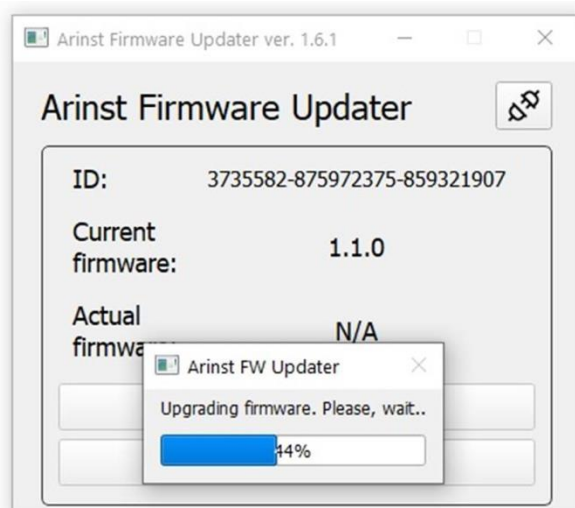

Рисунок A2.9 – Идет процесс загрузки обновлений
2.9. Во время обновления микропрограммного обеспечения (прошивки) прибора появится окно с прогрессом загрузки (Рисунок A2.9).